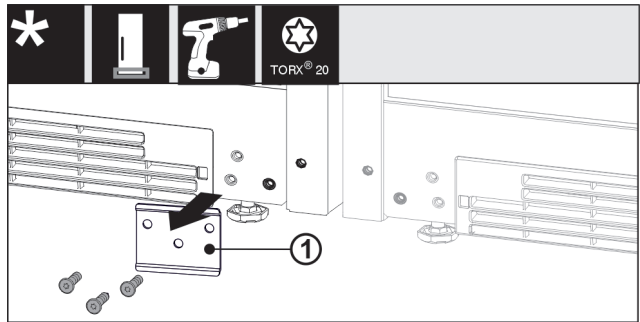

Fig. 16
- ▶ Falls verbaut, Blech Fig. 16 (1) abschrauben.